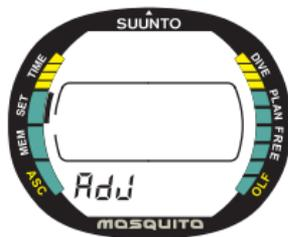

Fig. 4.13. Funzione Adattamento.
1. Da SET, premere **S** cinque (5) volte per selezionare Modifica Altitudine, Fattore Personale e Unità di Misura (Fig. 4.13.).